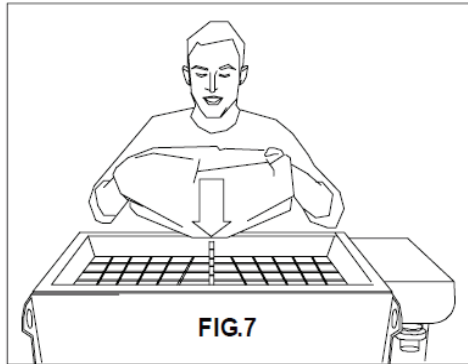

FIG.7
- Cargue el material premezclado seco. Apoye con decisión un saco en la rejilla rompesacos (10, fig. 1) y levante los dos extremos del saco hasta vaciarlo completamente en el interior de la tolva (fig. 7).